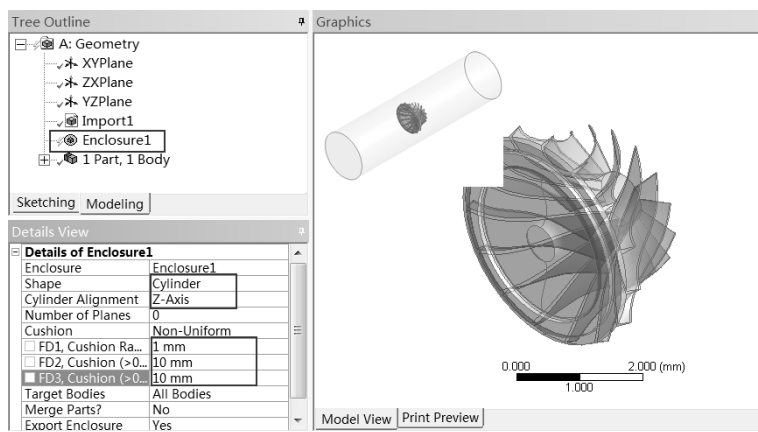

图 17-46 Enclosure 细节设置
Step2：在如图 17-46 所示的 Details View 面板中做如下设置。